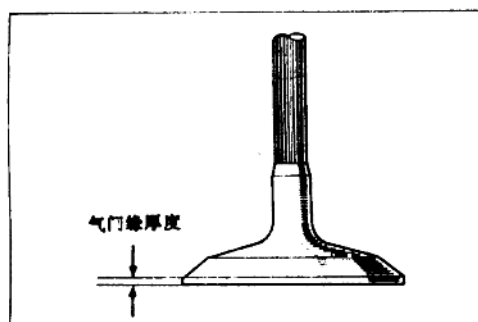

图 1-6
6. 检查气门顶部厚度,使用极限进气门为 0.8 毫米,排气门为 0.9 毫米,如图 1-6 所示。